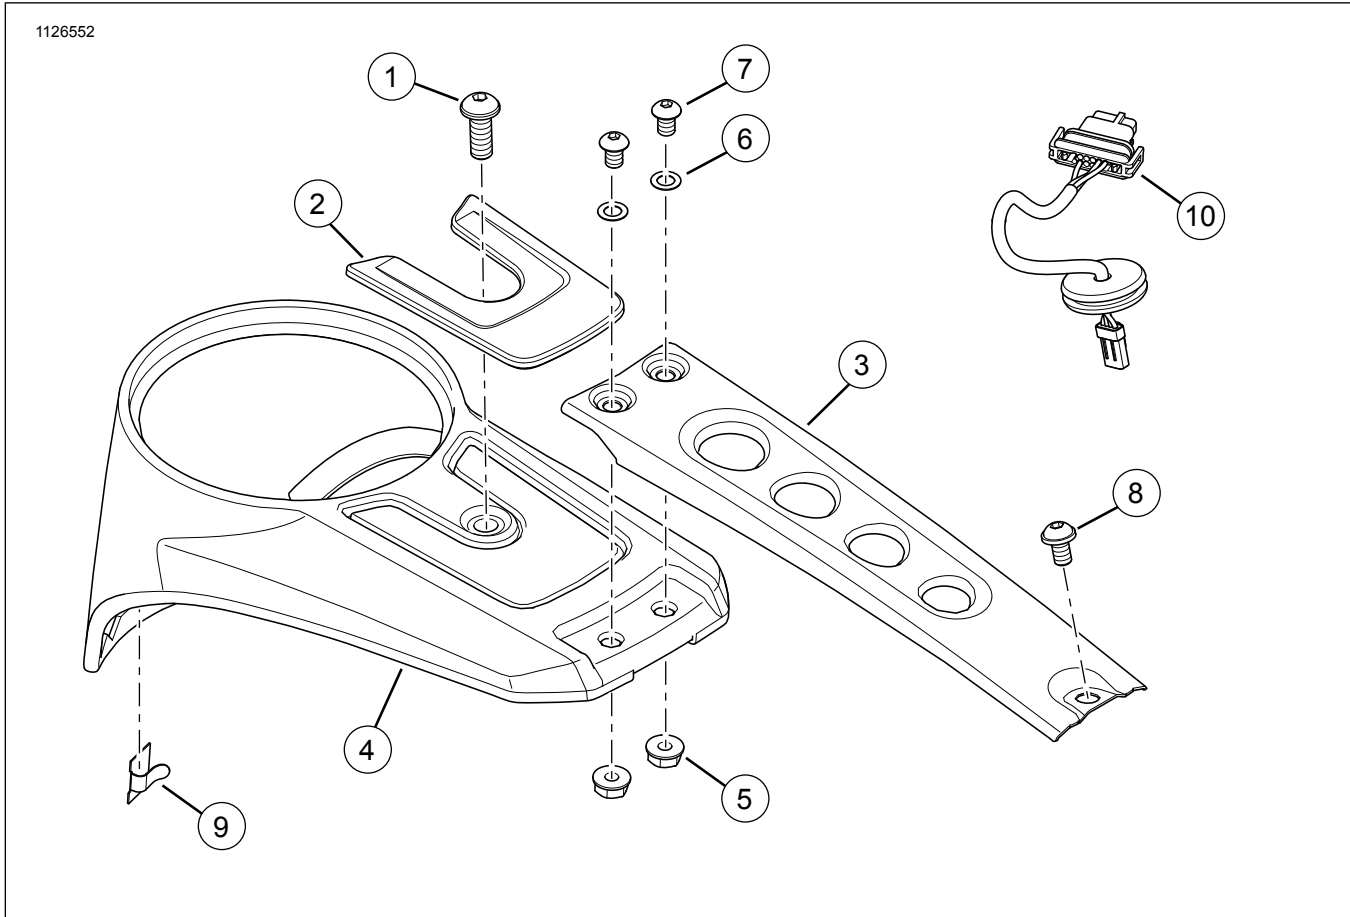
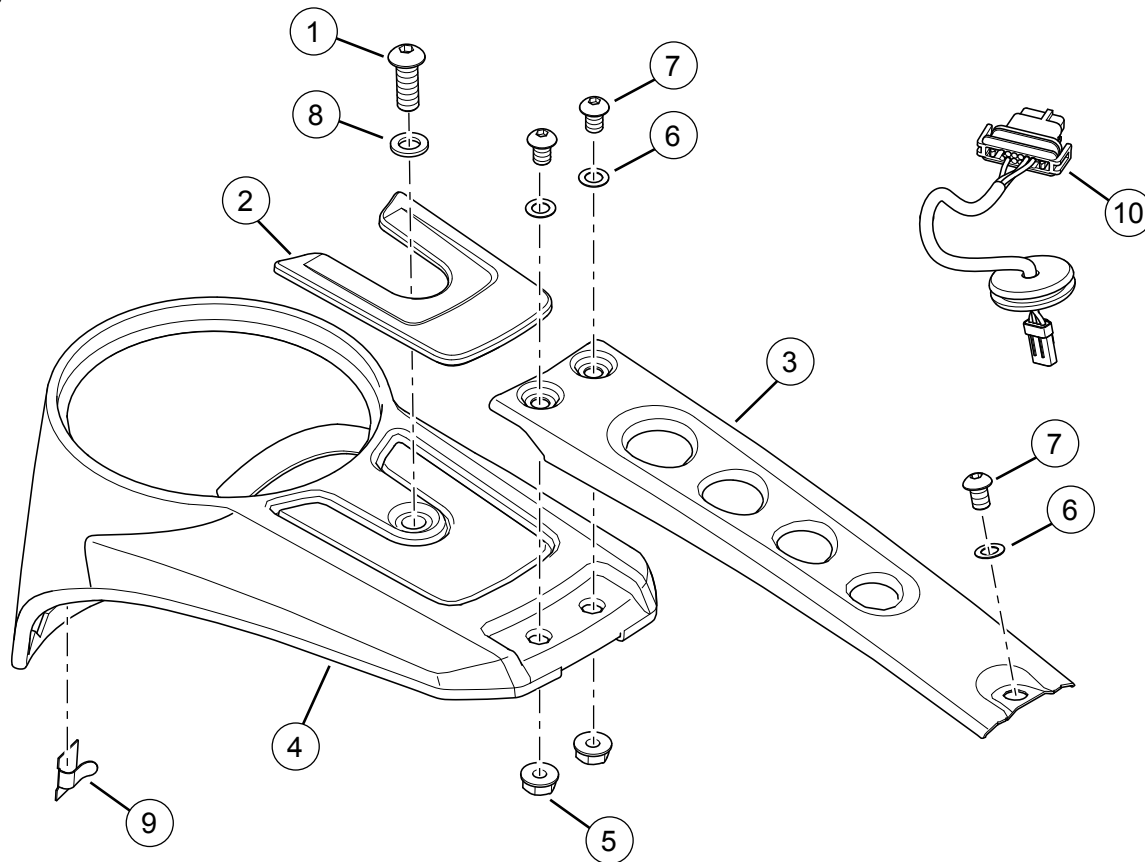

Figure 3. Kit de console de 5" (chromé)
Figure 4. Kit de console de 5" (noir)
Voir Figure 3 ou Figure 4, et Tableau 1.
1. Déposer Module d'instrument (IM). Consulter le manuel d'entretien.
2. **Kits 70900835, 70900836** : voir Figure 3 ou Figure 4. Retirer et jeter le faisceau IM (10). Consulter le manuel d'entretien.
1. Voir Figure 3 ou Figure 4. Nettoyer la zone de la console (4) sur laquelle sera apposé le médaillon (2). Voir Rubans adhésifs.
2. Retirer le ruban protecteur de l'envers adhésif du médaillon de console (2). Fixer le médaillon à la zone nettoyée de la console (4).
- a. Placer la garniture (3) sur le dessus de la console.
- b. Poser les vis (7), les rondelles (6) et les écrous à collet (5). Serrer.